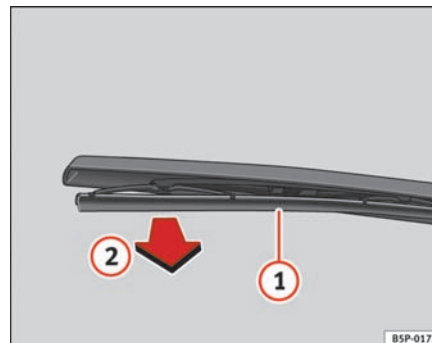

Fig. 142 Udskiftning af viskerblad bagpå
- Vip viskerarmen væk fra bagruden ⇒ fig. 142.
- Løsn viskerbladet ①, og træk det ud ② ⇒ side 199, fig. 142.